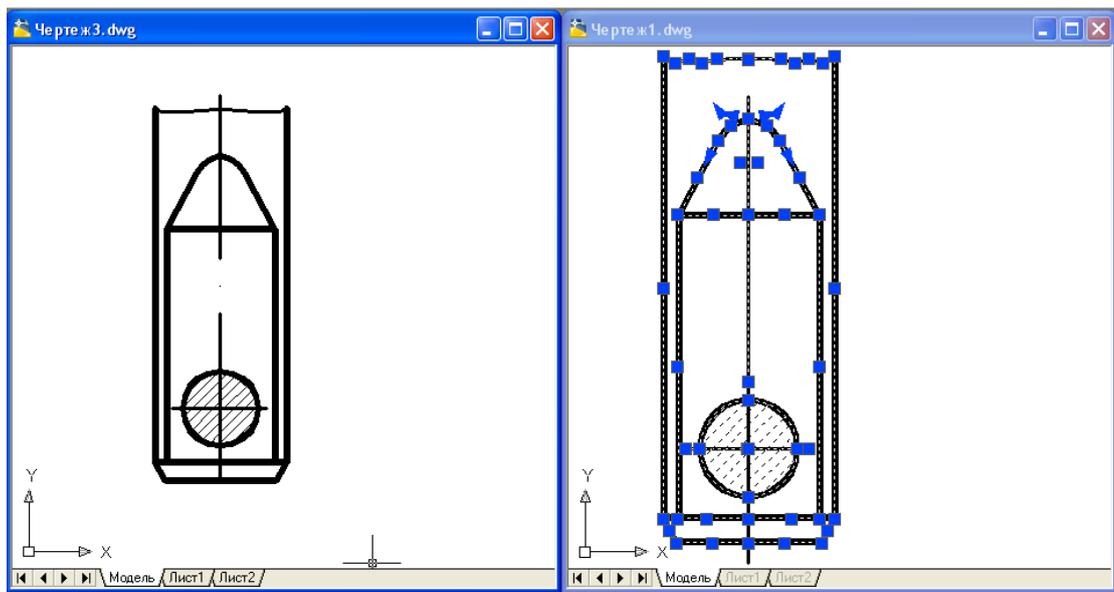

Рис.4.14. Пример копирования объектов между чертежами
- ◆ расположить их так, чтобы видеть их на экране одновременно с помощью команды **Окно/Слева направо** (переход между ними осуществляется с помощью комбинации клавиш **<Ctrl+Tab>**) (Рис.4.14);